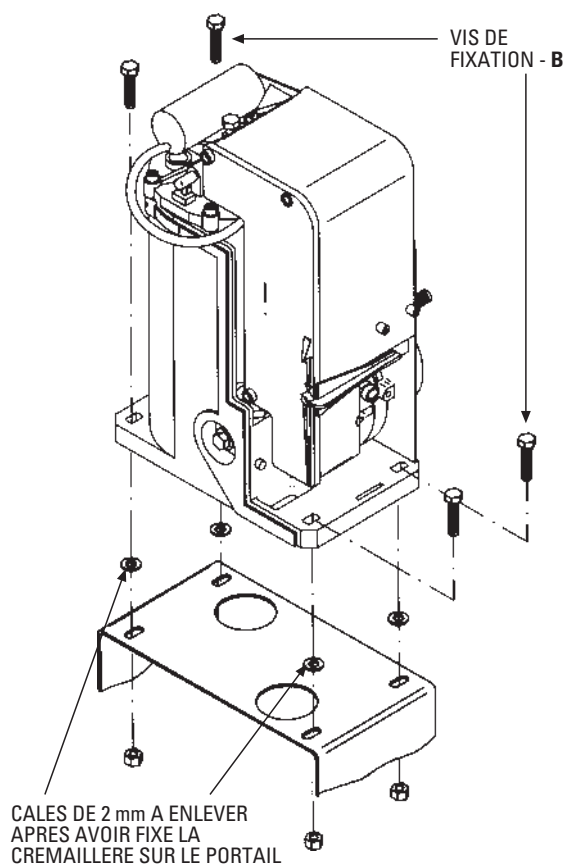

FIG. 3
- IMPORTANT:** pour l'installation du NYOTA 115 on conseille d'appliquer des **cales de 2 mm** entre la **étrier de fixation** et la **base du NYOTA 115** (le NYOTA 115 doit être parfaitement au niveau), de façon que, les cales enlevées, l'opération terminée, on aura une distance entre la crémaillère et l'engrainage d'entraînement (Fig.3).
- Fixer provisoirement le NYOTA 115 sur l'étrier de fixation parfaitement à plat utilisant les 4 vis de fixation B (Fig.3).
- Retirer les **cales de 2 mm** et on obtiendra le jeu de fonctionnement nécessaire entre l'engrenage et la crémaille. (Fig.3).